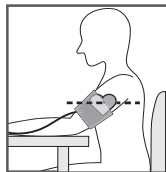

Рис.3
1. Сядьте у стола так, чтобы во время измерения артериального давления Ваша рука опиралась на его поверхность (рис.3). Удостоверьтесь, что место наложения манжеты на плечо находится приблизительно на той же самой высоте, что и сердце, и что предплечье свободно лежит на столе и не двигается.